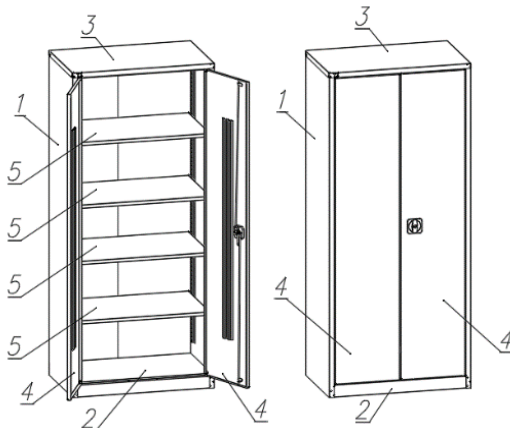

Рис. 1. Описание архивных шкафов серии WA
3.1. Архивный шкаф (см. рис. 1) состоит из: 1 - боковин с задней стенкой; 2 - дна; 3 – верхней крышки; 4 - дверей; 5 – Полки (3 или 4 полки входят в комплект, в зависимости от варианта исполнения). **Поставка шкафов осуществляется в собранном виде.**